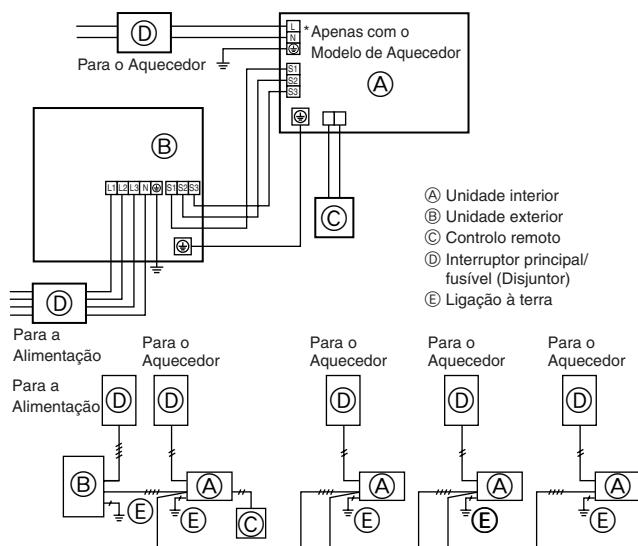
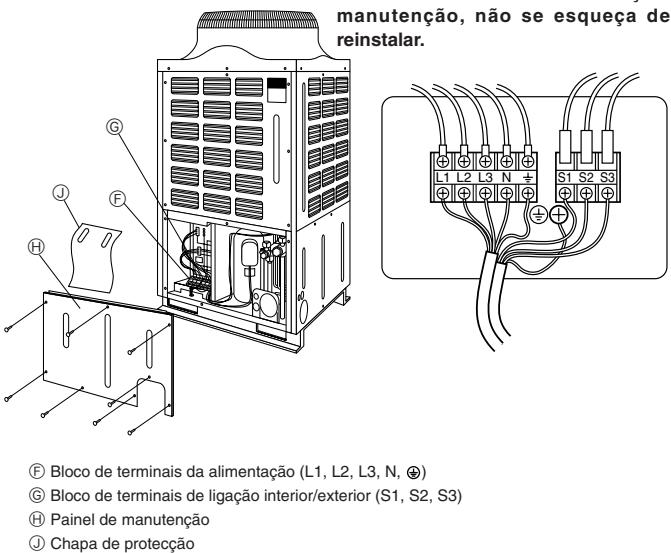

Fig. 7-1
Fig. 7-2
7.1. Unidade exterior (Fig. 7-1, Fig. 7-2)
(1) Remova o painel de manutenção.
(2) Ligue os cabos consultando a Fig. 7-1 e a Fig. 7-2.